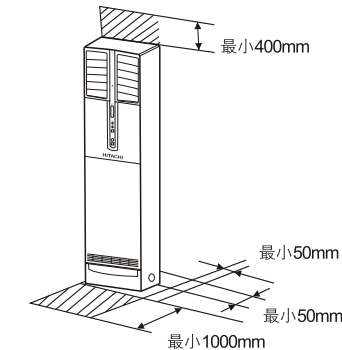

图1 操作空间
- (1) 室内机周围应留有足够空间，否则会妨碍室内机气流通及日后的维修工作，如图1所示。